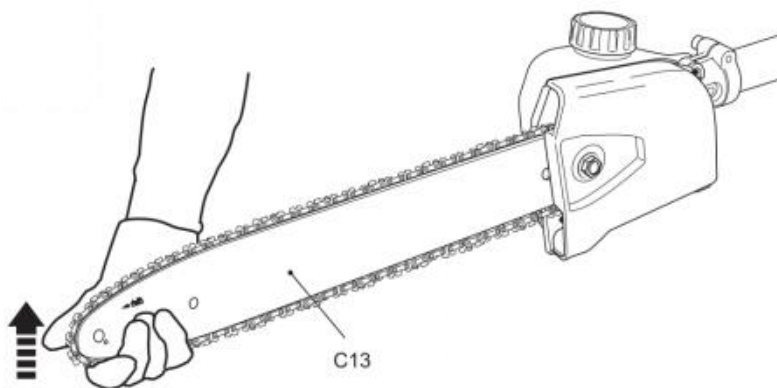

Fig. 13
- 2) Lyft upp svärdets spets (C13) och håll den där medan du justerar spänningen (fig. 13).